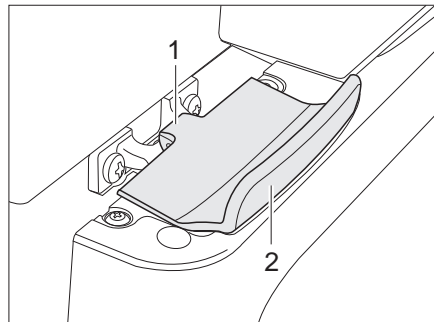

Bild 239 Verriegelung der Kälteboxtür, geschlossen (Thetford)
*Öffnen:* ■ Kälteboxtür am Griff (Bild 239,2) öffnen. Die Verriegelung (Bild 239,1) wird automatisch gelöst.